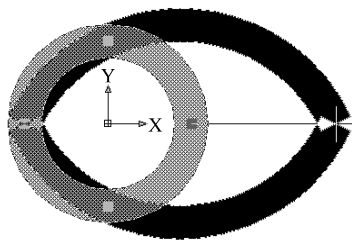

图 3-23 通过拖动夹点改变圆环形状
5) 按 <Enter> 键, 结束圆环绘制命令。圆环与圆不同, 通过拖动其夹点只能改变形状, 而不能改变大小, 如图 3-23 所示。